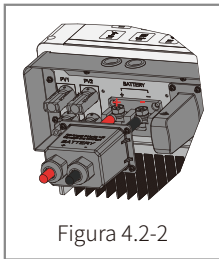

Figura 4.2-2
- **Conexión de entrada fotovoltaica:** compruebe la conexión entre el inversor EM y los paneles FV: asegúrese de que la polaridad (+/-) no esté invertida (consulte la figura 4.2-2).